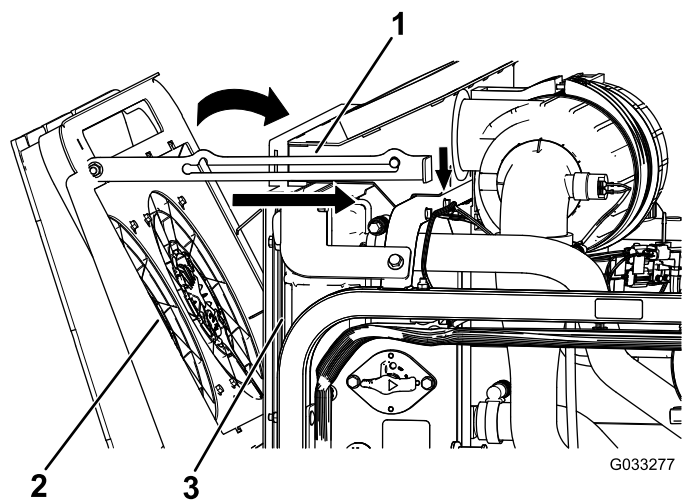

Figura 87
4. Ruotate le ventole di raffreddamento del motore in avanti e bloccate l'asta di sostegno nella tacca (Figura 87).